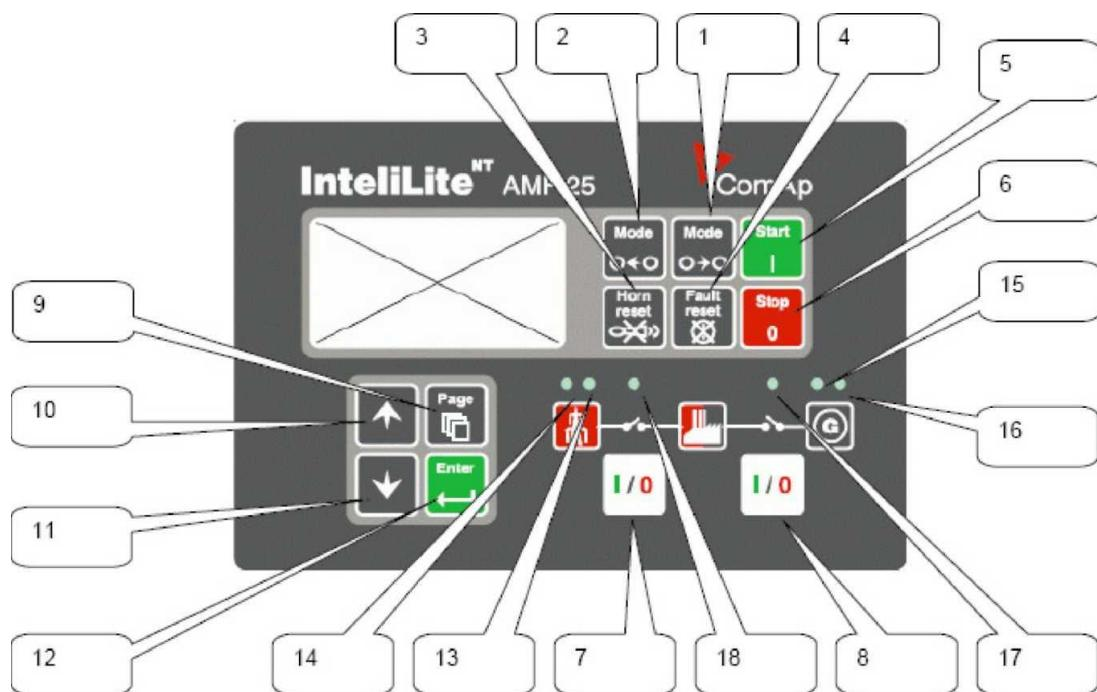

Рисунок 29 - Лицевая панель контроллера
3. Пуск. На лицевой панели контроллера (Рисунок 29) с помощью кнопок позиция 1, 2 установить режим работы MAN (ручное управление). Нажмите на кнопку "START" позиция 5. Начнется циклическая процедура запуска дизеля с количеством попыток, запрограммированных в контроллере. Когда двигатель запустился, на дисплее контроллера будут отображаться рабочие параметры дизеля и генератора.
2. С помощью кнопок MODE— и MODE— на передней панели контроллера (Рисунок 29) установите режим "MAN" (ручное управление).